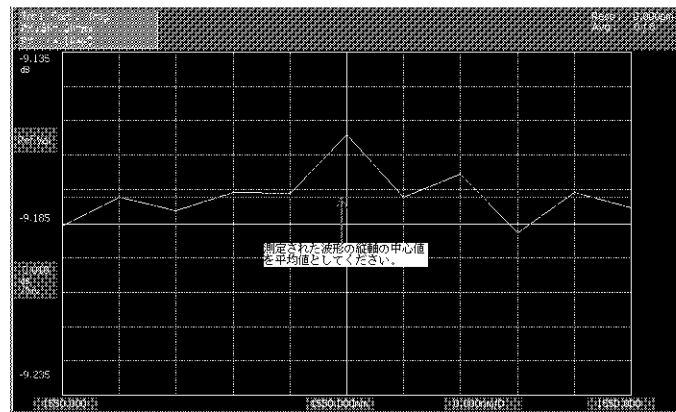

図 2-6 振幅特性直線性 (POWER 測定モード) 平均値の読み取り
17. 測定が終了したらオート・スケールを実行し、カーソルを用いて図 2-6 を参考に波形の平均値を読み取り、基準値から -5 dB の測定値としてパフォーマンス・ペリフィケーション・シートの該当欄に記入します。